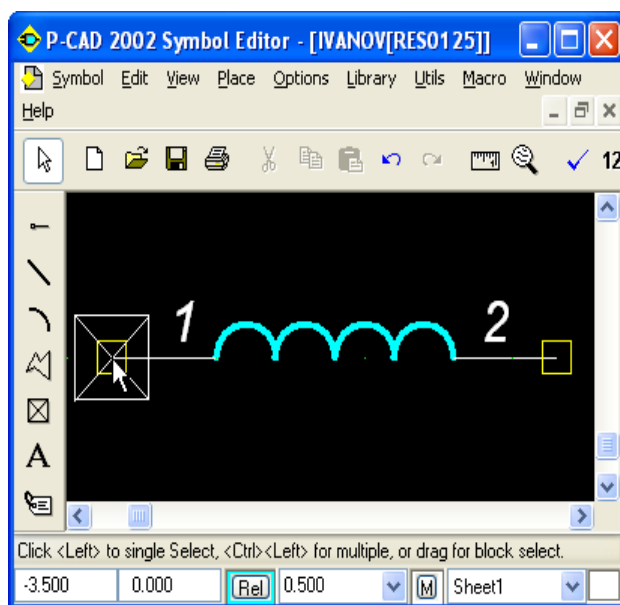

Рис. 4.51 - Установка выводов и точки привязки катушки
- Для уточнения положения номеров выводов выделим их поочередно *ЛК* при нажатой клавише *Shift* и, не отпуская *ЛК*, перетащим его в позицию сверху от вывода, клавишей *R* сориентировав их в нужном направлении (рис. 4.51).
- Для этого выполнить команду **Place Ref Point** . Поместить курсор в точку с координатами (-3,5; 0) и щелкнуть ЛК (рис. 4.51).
- Для уточнения положения номеров выводов выделим их поочередно *ЛК* при нажатой клавише *Shift* и, не отпуская *ЛК*, перетащим его в позицию сверху от вывода, клавишей *R* сориентировав их в нужном направлении (см. рис. 4.51).